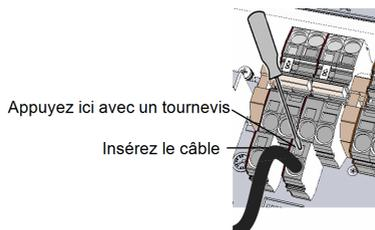

Figure 23: Bornes à ressort de l'alimentation CC
- c. Insérez le fil dans l'ouverture en haut de la borne (voir la Figure 23).